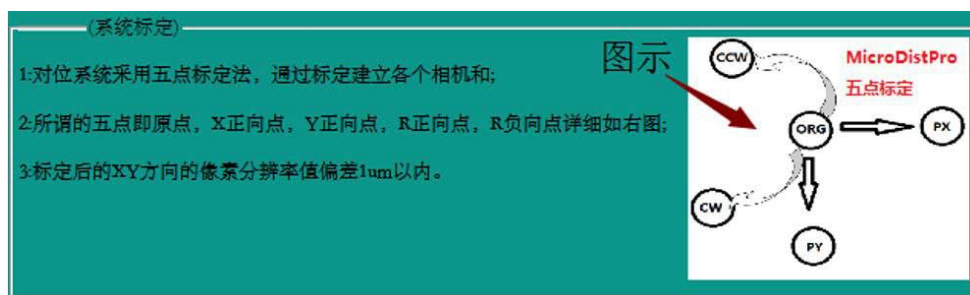

图 2-29
1. **标定参数:** XY/角度 R 标定步距设置，即系统五点标定步距设置，大致原理分析如下图 2-29 所示: